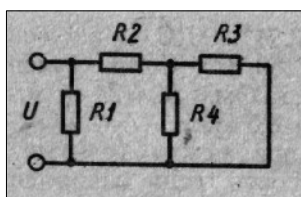

Рис. 3
4. Для электрической схемы рис. 3 заданы значения сопротивлений резисторов $R_1 = R_2 = 25 \text{ Ом}$, $R_3 = 15 \text{ Ом}$, $R_4 = 75 \text{ Ом}$ и входное напряжение $U = 105 \text{ В}$. Определить токи в ветвях и потребляемую мощность.